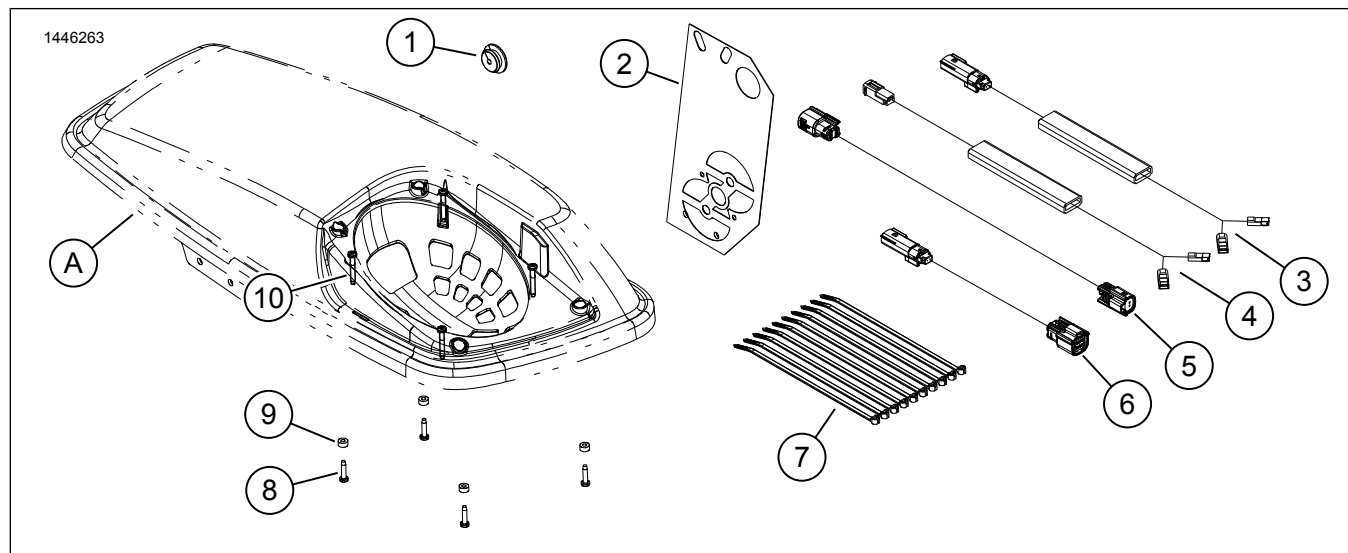

Figura 10. Piezas de repuesto, altavoces del fuselaje inferior
1. Consulte la Figura 10. Use los elementos de sujeción (tornillos y arandelas aislantes) (8, 9 y 10) para instalar los altavoces.